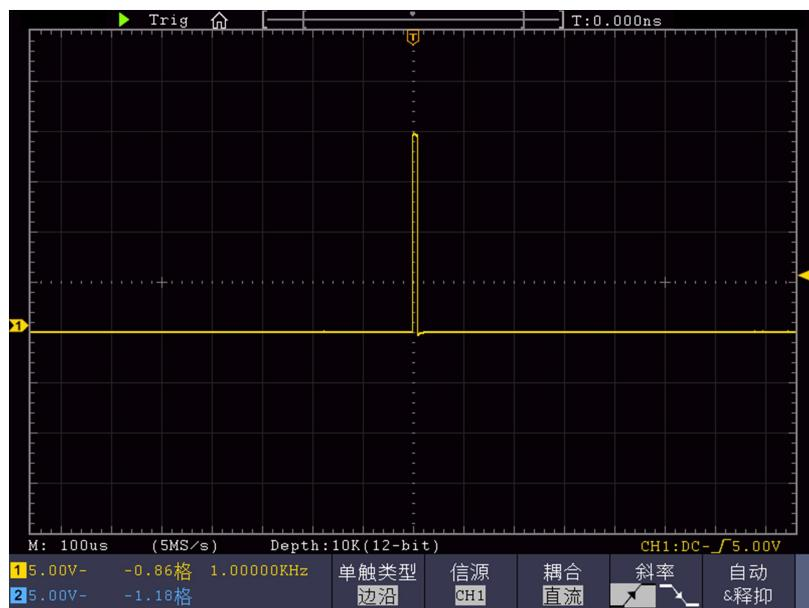

图 6-3：捕捉单次信号
- (2) 调整 垂直 档位 和 水平 档位 旋钮，为观察的信号建立合适的垂直与水平范围。
- (3) 按 采样 按键，显示采样菜单。
- (4) 在下方菜单中选择 采集模式。在右侧菜单中选择 峰值检测。
- (5) 按 触发菜单 按键，显示触发菜单。
- (6) 在下方菜单中选择 类型。在右侧菜单中选择 单触。
- (7) 在左侧菜单中选择触发模式为 边沿。
- (8) 在下方菜单中选择 信源，在右侧菜单中选择 CH1。
- (9) 在下方菜单中选择 耦合；在右侧菜单中选择 直流。
- (10) 在下方菜单中选择 斜率 为  (上升)。
- (11) 旋转 触发电平 旋钮，调整触发电平到被测信号的中值。
- (12) 若屏幕上方 触发状态指示 没有显示 Ready，则按下 Run/Stop (运行/停止) 按键，启动获取。等待符合触发条件的信号出现。如果有某一信号达到设定的触发电平，即采样一次，显示在屏幕上。利用此功能可以轻易捕捉到偶然发生的事件，例如幅度较大的突发性毛刺：将触发电平设置到刚刚高于正常信号电平，按 Run/Stop (运行/停止) 按键开始等待，则当毛刺生时，机器自动触发并把触发前后一段时间的波形记录下来。通过旋转面板上水平控制区域的 水平位移 旋钮，改变触发位置的水平位移可以得到不同长度的负延迟触发，便于观察毛刺发生之前的波形。见图 6-3。